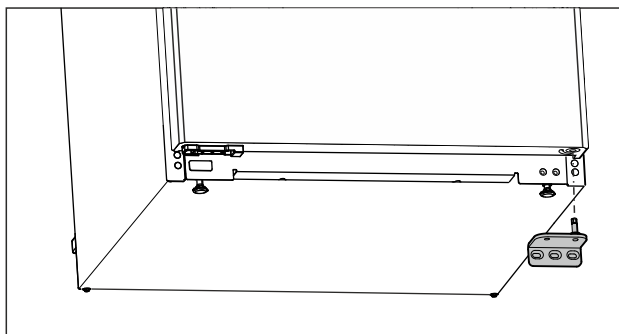

Fig. 16
- ▶ Retirer le support de palier vers le bas. (voir Fig. 16)